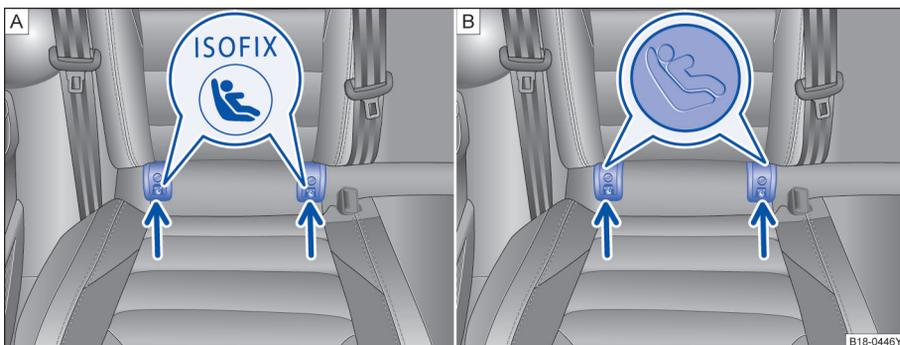

图 35 汽车座椅上的儿童座椅下部固定点标记。
- 沿箭头方向将儿童座椅插入固定环 ⇒ 图 35。直至听到儿童座椅的啮合声。
- 将儿童座椅置于汽车坐垫上，然后将连接带的挂钩挂到固定环上 ⇒ 图 35。
后排外侧座椅配有两个 ISOFIX 固定环，与车身相连 ⇒ 图 35。